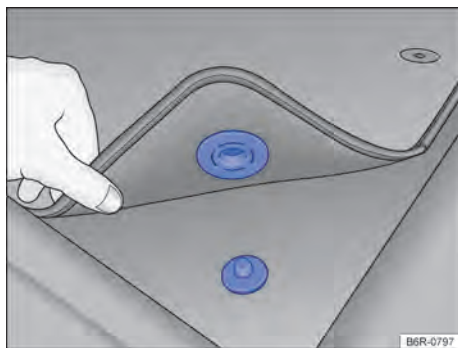

Fig. 22 Tapete dianteiro do lado do condutor com fixação no pino do tapete.
- ✓ Acomodar bem o tapete na área para os pés do lado do condutor de modo que não obstrua a área dos pedais. O tapete dianteiro do lado do condutor pode ter fixação no pino do carpete → Fig. 22.